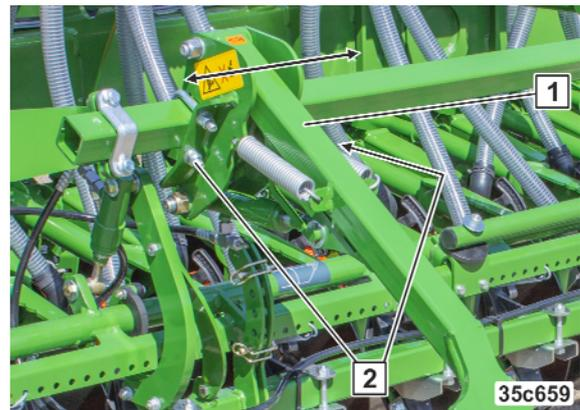

Fig. 218
1. Desserrez les écrous (Fig. 218/1) sans les enlever.
2. Mettre le marqueur de jalonnage (Fig. 218/2) dans la position souhaitée.
3. Serrer les écrous (Fig. 218/1).